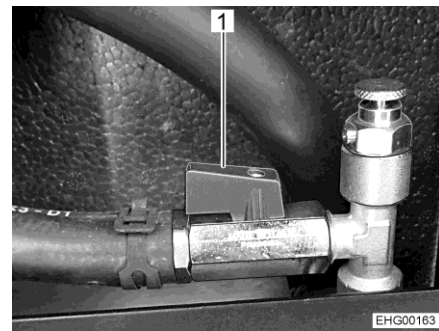

Bild 187 Kugelhahn (geöffnet)
- Den Hebel (Bild 187,1) parallel zur Rohrleitung stellen.